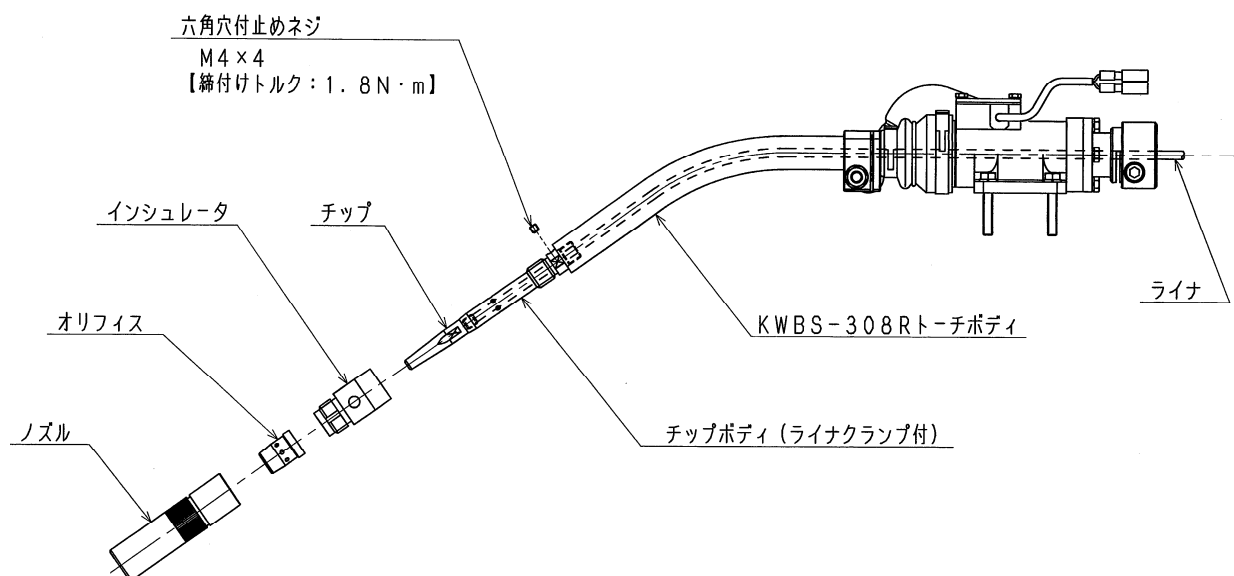

図 2.5 ライナクランプ機構
1. 図 2.5 を参考にトーチのノズル・オリフィス・インシュレータを外します。